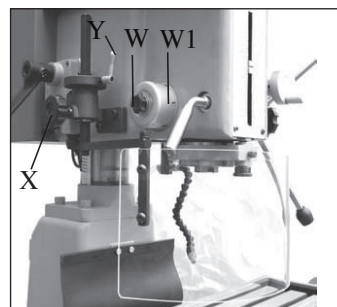

Fig. 11
- Løsn grebet (W, fig. 11)
- Drej fjederhuset (W1, fig. 11) mod uret for at spænde fjederen.
- Spænd grebet (W, fig. 11)
- Lås den lodrette højde ved at justere stangskruen (Y, fig. 11)
- Brug knappen (X, fig. 11) til at låse den vandrette rotation og anbringe afskærmningen. Løsn knappen (X, fig. 11) for at åbne afskærmningen. Når den åbnes, afbrydes strømforsyningen.